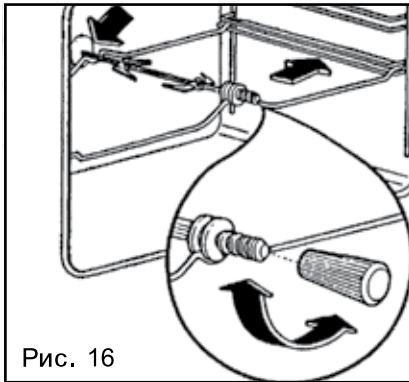

Рис. 16
- поместите на нее вертел, вставив его острый конец в специальное отверстие моторчика в задней стенке духовки (см. рис. 16);